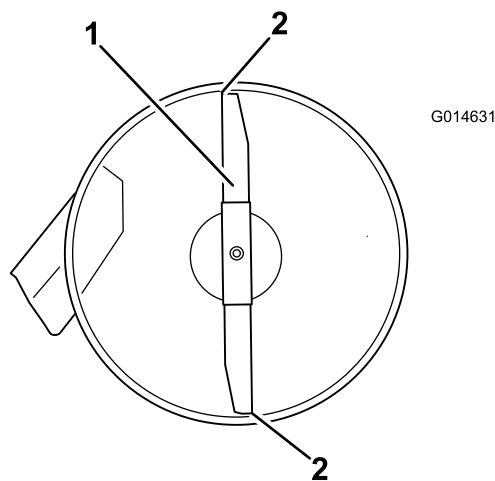

Figure 54
4. Faites pivoter les lames avec précaution pour faire passer les pointes avant à l'arrière (Figure 54).
5. Mesurez la distance entre la pointe de la lame avant et la pointe de la lame arrière par rapport à la surface plane (Figure 54).
9. Une fois le réglage effectué, vérifiez à nouveau l'inclinaison avant/arrière des lames; continuez d'ajuster l'écrou jusqu'à ce que la pointe avant de la lame soit de 1,6 à 8 mm (1/16 à 5/16 po) plus bas de la pointe arrière (Figure 54).